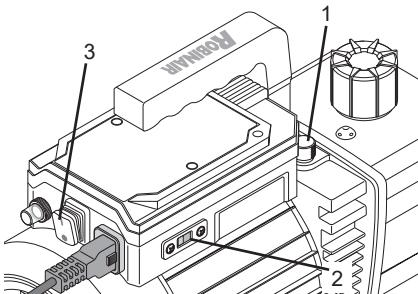

Figura 7
6. Controllare la posizione del selettori di tensione (2) (vedi Figura 7) per assicurarsi che la selezione della tensione corrisponda alla tensione nominale dell'alimentazione.
1. Accendere (3) la pompa per vuoto (vedi Figura 7).
L'apertura della valvola di zavorra a gas introduce aria pulita nel 2° stadio della pompa per vuoto, miscelandola con il gas o il vapore pompato per rimuovere l'umidità e consentire vuoti finali più profondi. La valvola di zavorra a gas (1) si trova accanto alla maniglia, di fronte al raccordo di ingresso (vedi Figura 7).
3. Spegnere (3) la pompa per vuoto (*vedi Figura 7*).